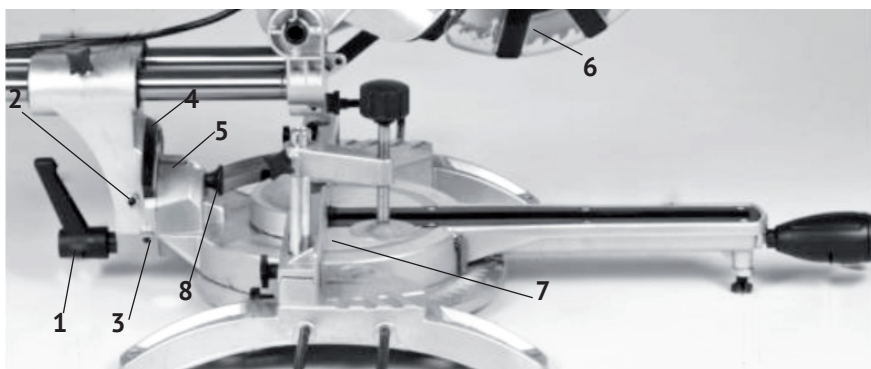

рис.3.1
- режущий блок имеет возможность установки заданного угла наклона относительно вертикальной оси, как влево в положении от 0 до 45°, так и вправо от 0 до 45°. Для поворота вправо необходимо освободить (вытянуть на себя) кнопку стопора (рис.3.1 поз.8);
- для установки угла наклона необходимо: ослабить рукоятку-фиксатор (рис.3.1 поз.1), установить необходимый угол распила по шкале (рис.3.1 поз.4), поворачивая режущий блок (вправо/влево), и надёжно зафиксировать рукоятку-фиксатор.
- установить рабочий стол (рис.3.1 поз.7) в нулевое положение;
- ослабить контргайку винта (рис.3.1 поз.2);
- установить транспортир (электронный угломер), измеряющий угол между плоскостью рабочего стола (рис.3.1 поз.7) и пильного диска (рис.3.1 поз.6);
- шестигранным ключом из комплекта поставки поворачивать винт (рис.3.1 поз.2) до точной установки угла 90° между диском и рабочим столом;
После установки точного положения угла, проверить положение стрелки-указателя (рис.3.1 поз.5) на шкале (рис.3.1 поз.4). При несовпадении с нулевым положением, ослабив винт крепления стрелки, откорректировать её положение и зафиксировать винтом.
- ослабить контргайку винта (рис.3.1 поз.3);
- шестигранным ключом из комплекта поставки поворачивать винт (рис.3.1 поз.3) до
Аналогично провести (вытянув кнопку рис.3.1 поз.8) точную установку угла 45° поворота режущего блока к плоскости рабочего стола вправо (винт регулировки на противоположной стороне суппорта).